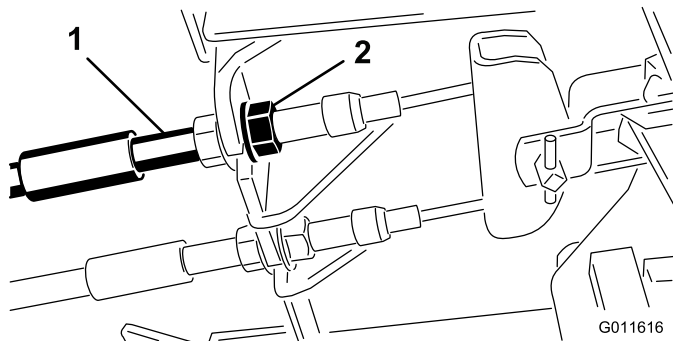

Figura 73
1. Para reducir la holgura de los pedales de freno, apriete los frenos aflojando la tuerca delantera del extremo roscado del cable de freno (Figura 73).